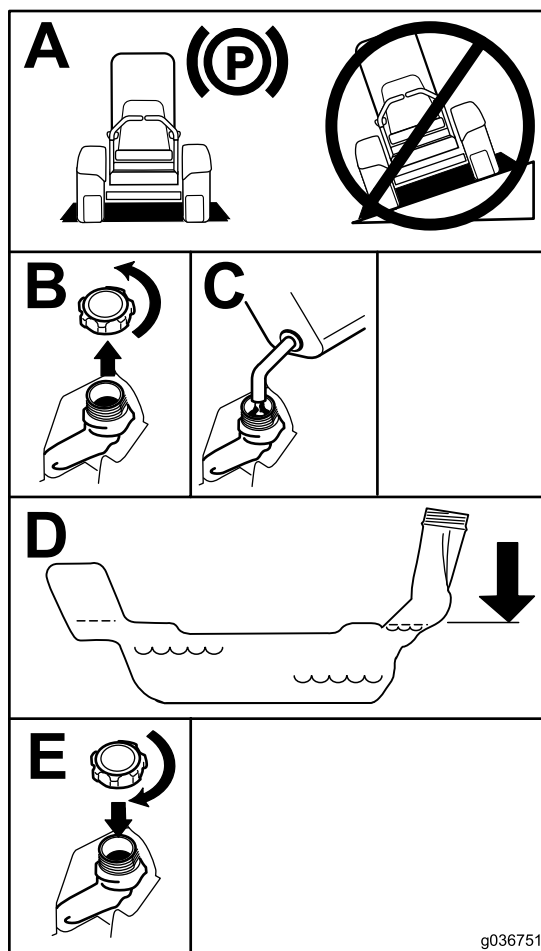

Figure 9
5. Remplissez le réservoir de carburant jusqu'au bas du goulot de remplissage (Figure 9).